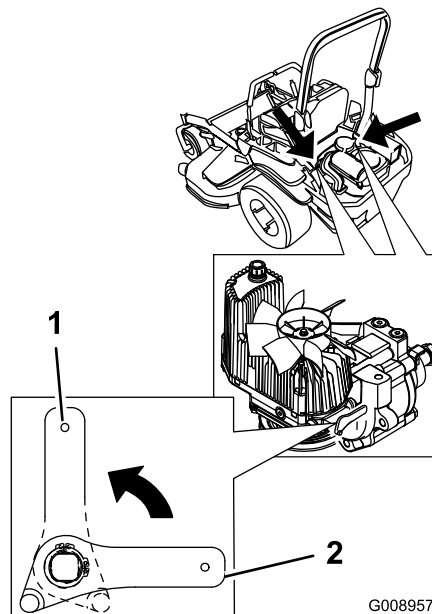

Figura 34
3. Gire las palancas de las válvulas de liberación a la posición vertical para empujar la máquina. Esto permite que el fluido hidráulico se desvíe alrededor de la bomba, dejando que las ruedas giren (Figura 34).
5. Gire las palancas de las válvulas de desvío a la posición horizontal para conducir la máquina (Figura 34).